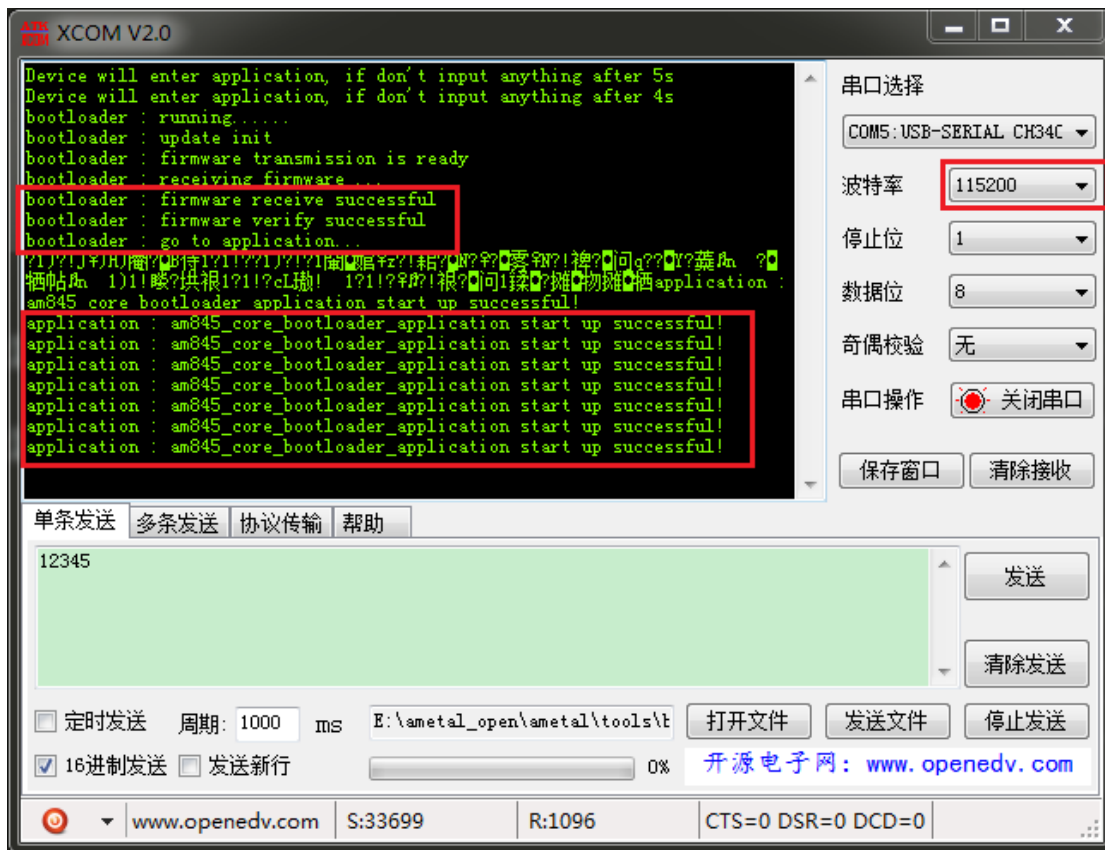

图 24: 固件传输完成
6、传输完成。当串口助手接收到“bootloader : firmware receive successful”时表明 bootloader 已经接收成功。bootloader 在经过校验之后会跳转到应用代码开始执行，串口助手打印出乱码，当把串口助手波特率设置为 115200 之后有正常信息打印出，循环打印“application : am845\_core\_bootloader\_application start up successful!”。原因是因为 bootloader 使用 9600 作为串口波特率，应用程序则使用 115200，如 图 24 所示，其中“bootloader : ...”表明是 bootloader 打印，” application : ...”表明是应用程序打印。同时观察开发板可以看到红色的 LED 灯开始以 1s 的间隔闪烁。